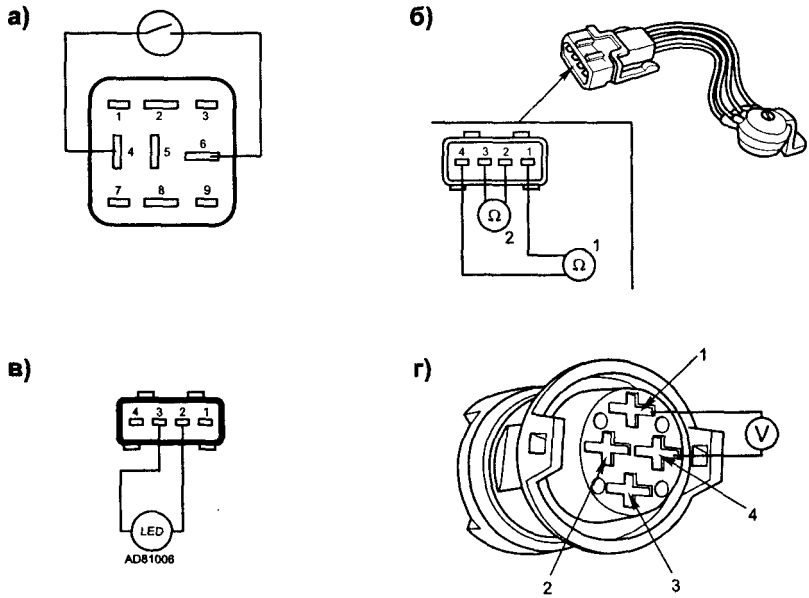

Рис. 2.3.5. Проверка компонентов топливной системы
- извлечь реле топливного насоса из разъема и между контактами 4 и 6 монтажного блока (см. рис. 2.3.5а) подключить выключатель (вместо реле);
- измерить сопротивление обмотки форсунки между контактами «2» и «3» (для VW AEA контакты «3—4») разъема (предварительно отключив разъем форсунки — см. поз. 2 на рис. 2.3.5б), его величина должна быть в пределах $1,2\text{--}1,6\text{ Ом}$;
- подключить между контактами «2» и «3» (для VW AEA контакты «3—4») разъема форсунки LED-индикатор (см. рис. 2.3.5в), коротко прокрутить двигатель стартером — LED-индикатор должен вспыхивать, если нет — проверить соответствующие соединения.
- извлечь реле топливного насоса из разъема и между контактами «4 и 6» монтажного блока (см. рис. 2.3.5а) подключить выключатель (вместо реле);
- разомкнуть контакты «4» и «6», отключить разъем топливного насоса (см. рис. 2.3.5г) и подключив вольтметр к контактам «1» и «4», снова замкнуть «4—6», величина напряжения должна быть в пределах 12 В, если нет — проверить соответствующие соединения и предохранитель F18.